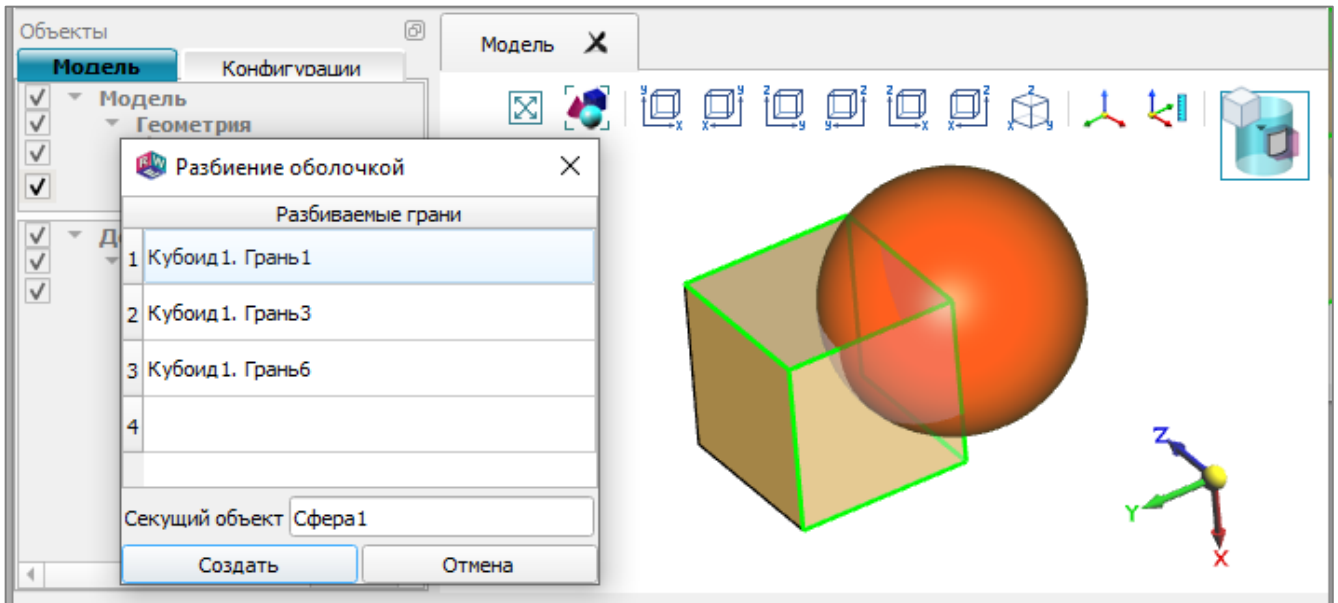

Рис. 38
3) указать секущее тело. Для этого выделить тело либо на панели «Модель» в разделе «Геометрия», либо в окне визуализации. Его имя появится в окне редактирования (рис. 38);